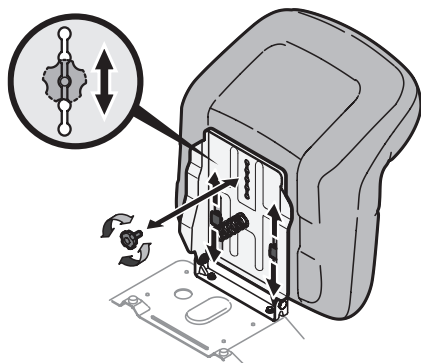

Figura 10
1. Para ajustar la posición del asiento, retire las dos perillas de ajuste que están ubicadas en la parte inferior del asiento. Deslice el asiento hacia adelante o hacia atrás, según lo desee. Vuelva a colocar la perilla de ajuste (Figura 10).